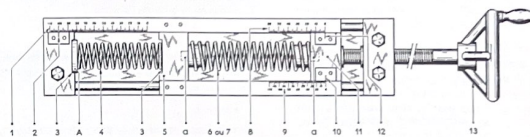

Fig. 1.12.—Comprobador de muelles 2420-T.
f) Tarado de los muelles de válvulas (fig. 1.12).